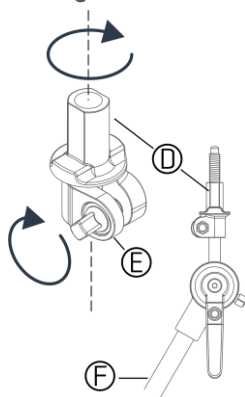

Abbildung 1
- 4 Fixieren sie nun den Beckensitz (D) durch anziehen der Schraube (E) (Siehe *Abbildung 1*).
- 5 Schrauben sie Flügelmutter und Filz (A) auf den Beckendorn.